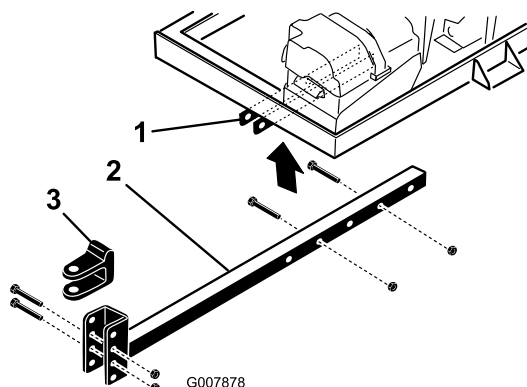

Figura 4
2. Introduza o tubo de engate nos suportes do chassis (Figura 4). Fixe o tubo ao chassis com 2 parafusos (3/8 x 3 pol.) e porcas flangeadas (3/8 pol.).
- Retire os parafusos e as porcas que fixam a forquilha de engate (Figura 4) ao tubo de engate.
- Retire os parafusos e as porcas que fixam o tubo de engate aos suportes do chassis(Figura 4).